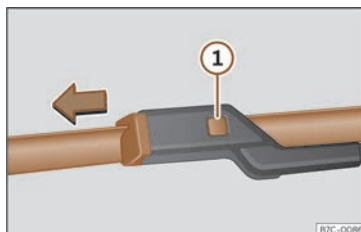

Fig. 215 Cambio de las escobillas del limpiaparabrisas.
- Mantenga presionada la tecla de desbloqueo >>> **fig. 215** ① tirando ligeramente de la escobilla en el sentido de la flecha.